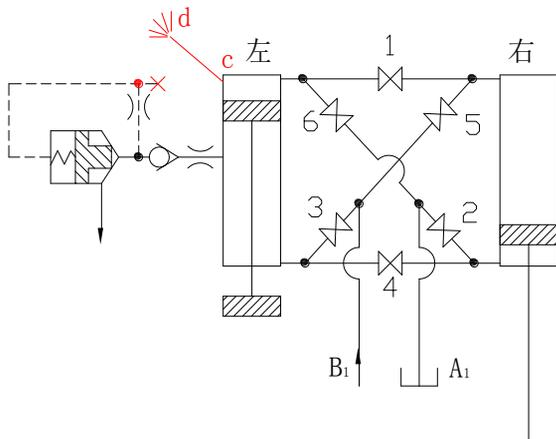

图 1-9-3
4. 将左边主油缸后端信号阀块上的补油管 cd 从阀块上 d 处拆开，并用母测压接头堵死信号阀块上的接头体，如图 1-9-3；